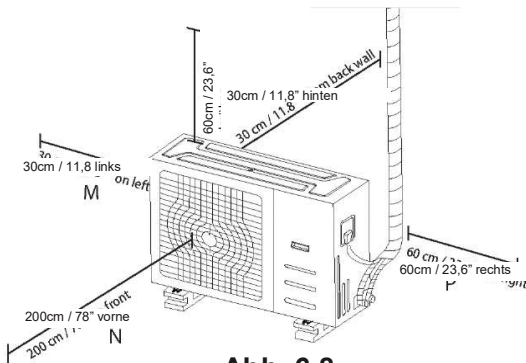

Abb. 6.8
**HINWEIS:** Die angegebenen Mindestabstände zwischen Außengerät und Wänden gelten für den Außenbereich. Achten Sie darauf, dass das Gerät in mindestens zwei der drei Richtungen (M, N, P) frei bleibt (siehe Abb. 6.8)